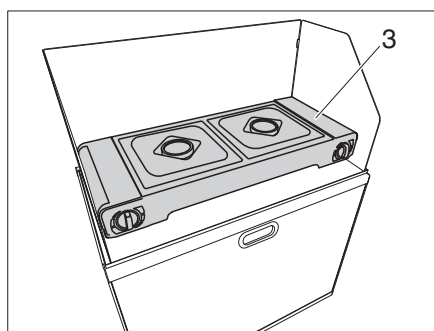

Fig. 21 Montaggio del fornello a 2 fuochi
- Afferrare il fornello a 2 fuochi (Fig. 21,3) del campbox e posizionarlo all'interno della protezione antivento.